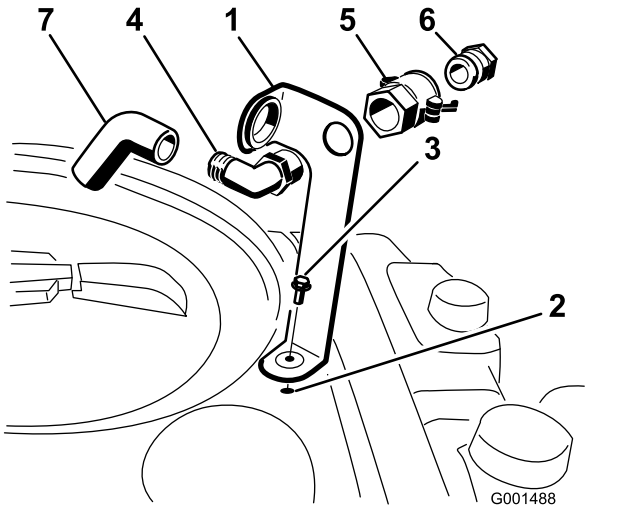

图3
1. 将加水口插口支架放在药缸的螺纹孔上方，用凸缘头螺栓（5/16 x 3/4 英寸）固定（图3）。
2. 将 90° 弯头的螺纹端穿过支架，拧上快速接头，固定至支架上（图3）。
3. 将软管适配器装入快速接头（图3）。
4. 将适配器锁定到位，将手柄旋向适配器，然后用发卡销固定（图3）。
5. 将防虹吸软管穿过支架上的大开口，然后插入到 90° 弯头的宝塔接头上（图3）。